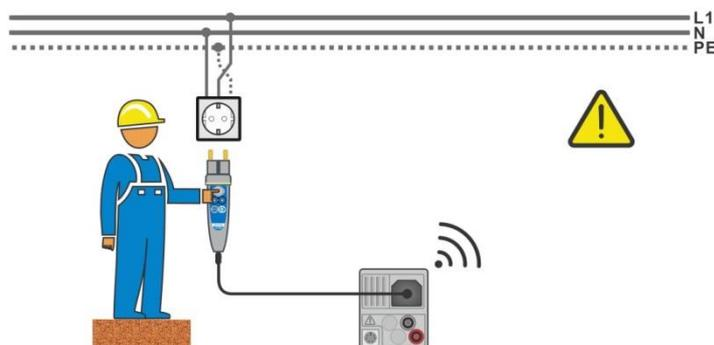
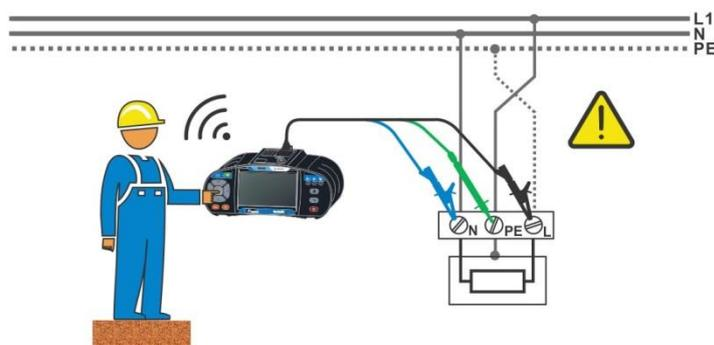

Abbildung 1.1: Vertauschte Leiter L und PE (Commander-Prüfstecker)
Abbildung 1.2: Vertauschte Leiter L und PE (Anbringung der Dreileiter-Prüfleitung)
- Schließen Sie die Prüflleitungen am Prüfling an., siehe **Abbildung 1.1** und **Abbildung 1.2**.